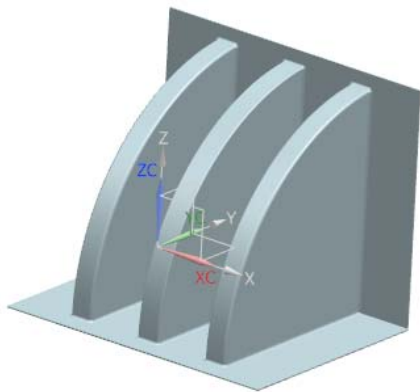

图 4-100 创建加固板 3
(5) 在“加固板”对话框中选择“宽度侧”为“对称”，“形状”为“正方形”，“输入宽度”为 16，“侧角”为 0，“凸模半径”为 0，“凹模半径”为 2，单击  按钮，结果如图 4-100 所示。